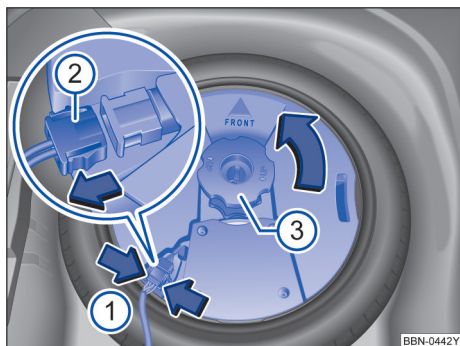

图 180 行李厢内：拆下重低音扬声器
- 用手捏住定位凸缘→图 180（箭头 ①）并压紧到止位，并断开连接插头 ②。
- 拔出连接插头 ②，并将拔出的导线放置一边。
- 先拔出支撑件 ③，再拧下固定手轮。